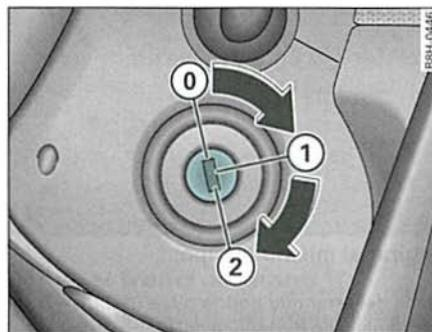

Fig. 139 Posiciones de la llave
- Gire la llave a la posición ③ ⇒ *página 137, fig. 139.*